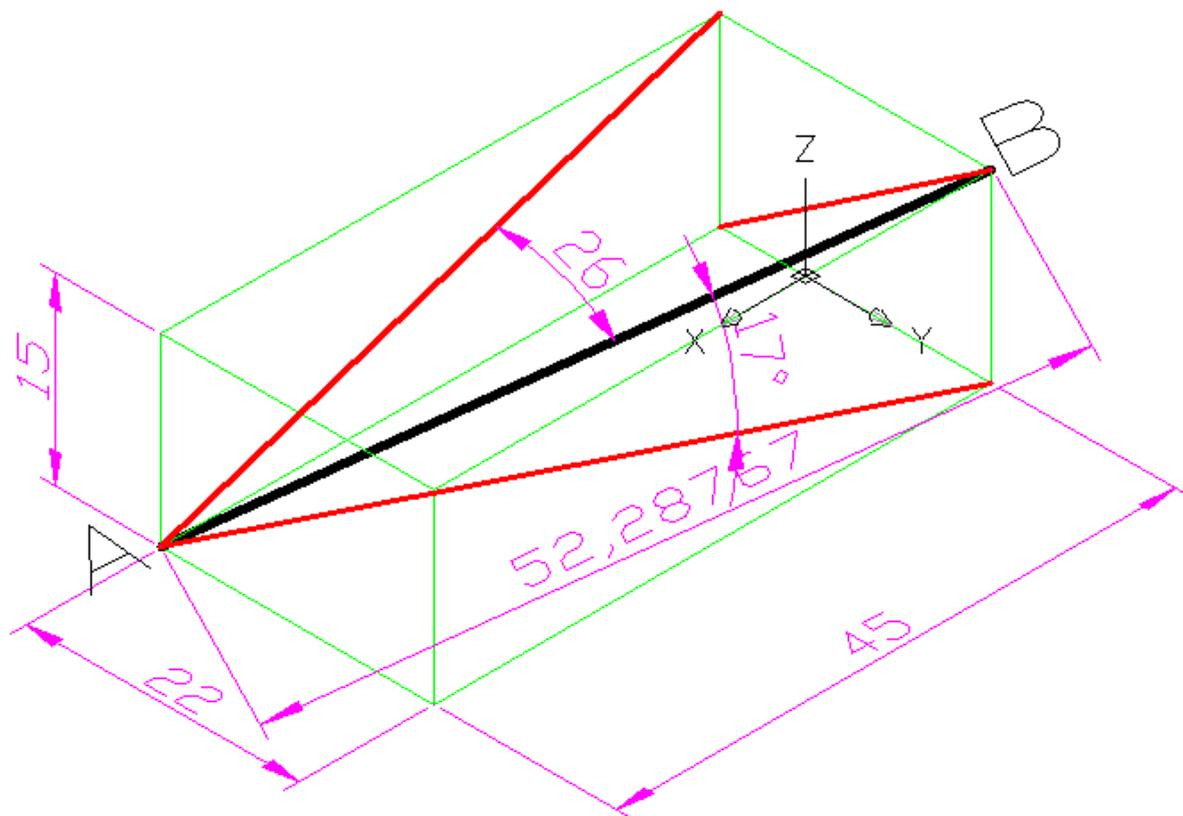

Рис.1.4
- **Distance** – это длина отрезка **AB** (см. Рис.1.4)
На рис. 1.4 приведен угол 26° (взят смежный угол) – угол наклона отрезка **AB** к фронтальной плоскости проекции.
Для большей наглядности на рисунке Рис.1.4 красным цветом приведены проекции отрезка **AB** на 3 грани параллелепипеда.